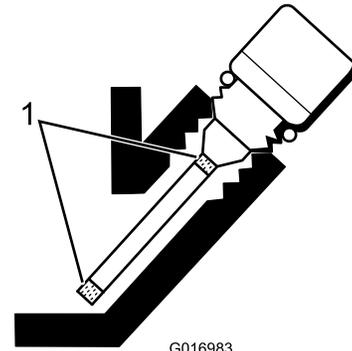

図 27
5. 不足であれば、ゲージの網目模様部分の中間位置になるまで補給する (図 27)。入れすぎないこと。